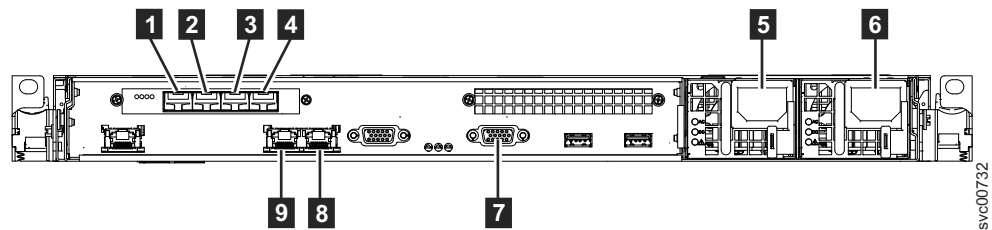

図 34. SAN ポリウム・コントローラー 2145-CG8 の背面にあるコネクタ
1. 図 34 を参照して、イーサネット・ケーブルをイーサネット・ポート 1 (9) およびイーサネット・ポート 2 (8) に接続します。